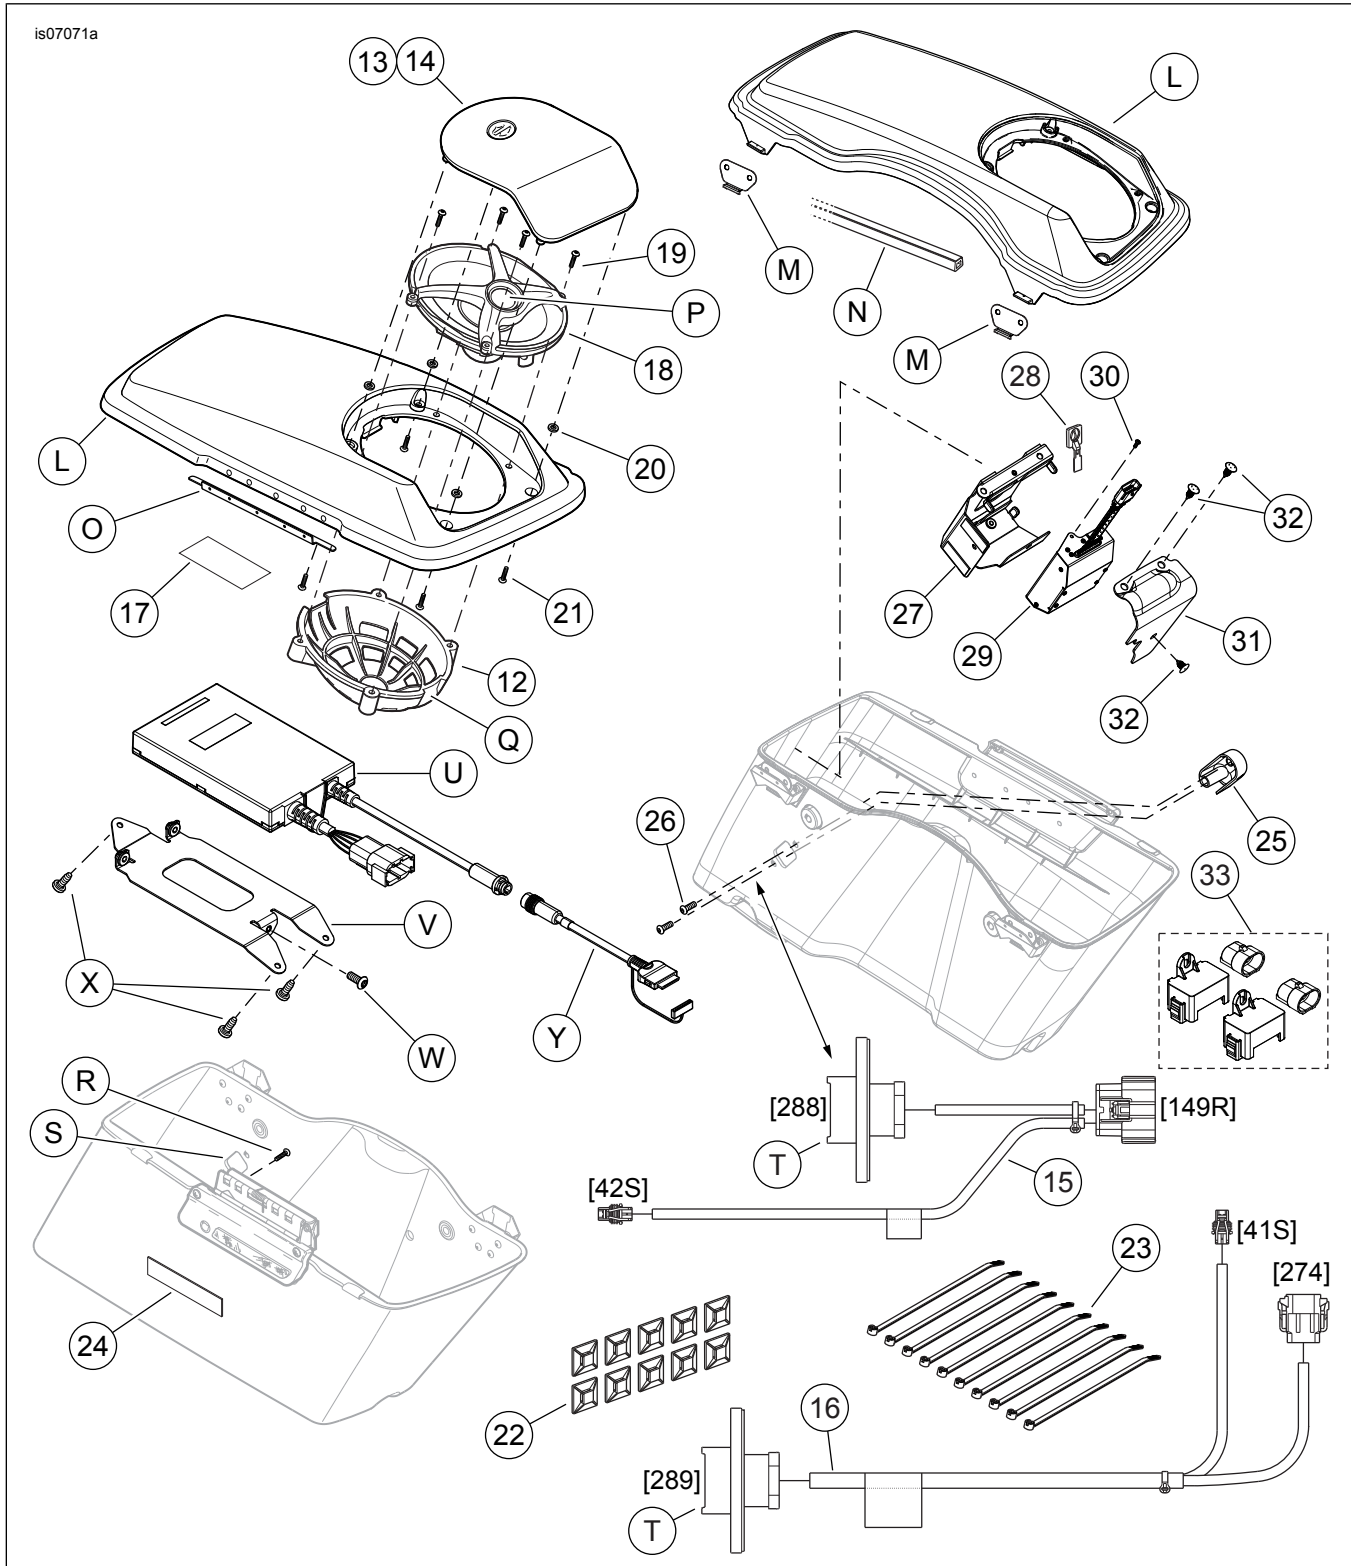

Figure 12. Pièces détachées, système audio Touring personnalisé; composants de sacoche (voir les tableaux 4 et 5)
Des capuchons étanches (voir Figure 12, élément 33) sont fournis pour protéger les connecteurs de carénage inférieur et de sacoche **sur le véhicule** lorsque ceux-ci sont retirés pour leur nettoyage ou leur entretien.
Tableau 4. Pièces détachées, couvercles de sacoche de modèle Touring avec monture de haut-parleur (voir figure 12)
Tableau 5. Pièces détachées, système audio Touring personnalisé; composants de sacoche (voir figure 12)
**Tableau 5. Pièces détachées, système audio Touring personnalisé; composants de sacoche (voir figure 12)**